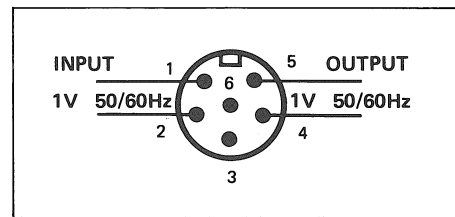

Fig. 4.6
6. Maschine einschalten. Am Pilottonverstärker-Eingang 1V/50Hz einspeisen (Fig. 4.6). NF-Voltmeter am Audiokanal-Ausgang anschliessen.
1. Am Pilottonverstärker-Eingang 1V/50Hz einspeisen. NF-Voltmeter am Audiokanal-Ausgang anschliessen (Fig. 4.6).
2. Maschine einschalten. Am Pilottonverstärker-Eingang 1 V/50 Hz einspeisen. NF-Voltmeter am Pilottonverstärker-Ausgang anschliessen (Fig. 4.6).
6. Switch on machine. Apply 1V/50 Hz to input of pilot tone amplifier (fig. 4.6). Connect AF voltmeter to audio channel output.
1. Apply 1V/50Hz to pilot tone amplifier input. Connect AF voltmeter to audio channel output (fig. 4.6).
2. Switch on machine. Apply 1V/50 Hz to input of pilot tone amplifier. Connect AF voltmeter to output of pilot tone amplifier (fig. 4.6).